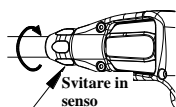
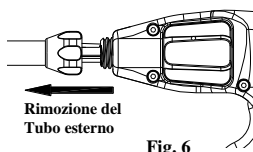

Fig. 5
Fig. 6
2. Rimuovere l'involucro esterno dell'Applicatore, premendo a fondo il grilletto (Fig. 6), e svitando il tubo in senso orario.(Fig. 5).